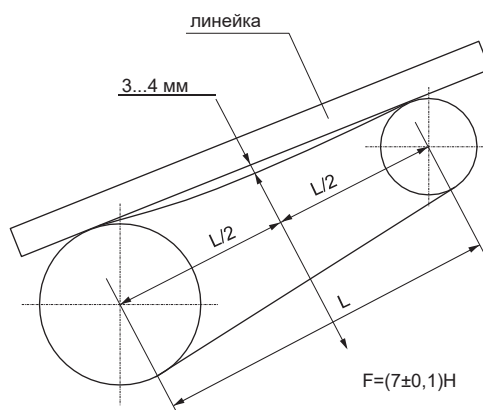

Рисунок 13.
- проверить натяжение ремня по схеме (рис. 13);